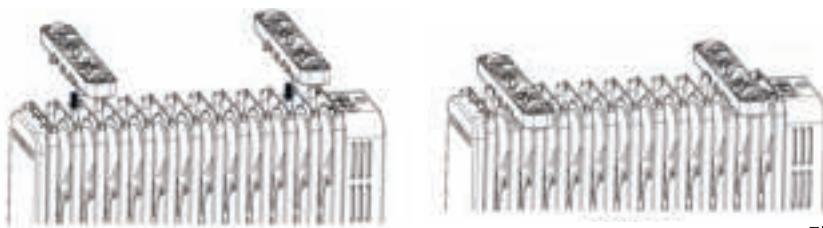

FIG.1
- ① **OSTRZEŻENIE:** Nie należy obsługiwać urządzenia bez zamocowanych nóżek. Grzejnik należy obsługiwać wyłącznie w pozycji pionowej (nóżki na spodzie, elementy sterujące na górze). Użytkowanie grzejnika w innym położeniu może spowodować zagrożenie.
- ② Upewnij się, że grzejnik jest wyłączony i odłączony od zasilania.
- ③ Odwróć korpus do góry nogami i upewnij się, że jest stabilny i się nie przewróci.
- ④ Wyrównaj klamry montażowe elementów kółek w jednej linii z otworami na grzejniku. Wciśnij w kierunku strzałki. Klamra wsunie się w otwór na grzejniku. (FIG.1)